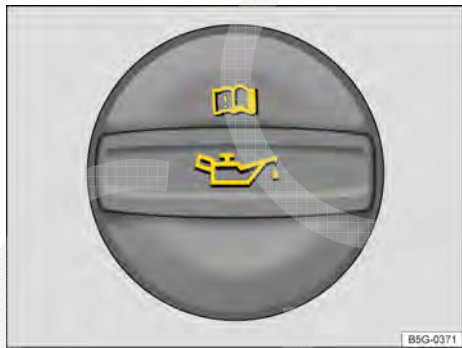

Fig. 299 No compartimento do motor: tampa da abertura de enchimento de óleo do motor.
4. Identificar a abertura de enchimento de óleo do motor e a vareta de medição do óleo. A abertura para enchimento do óleo do motor é identificada pelo símbolo  na tampa → Fig. 299 e no punho de cor contrastante da vareta de medição do óleo. Se não estiver claro onde a tampa e a vareta de medição do óleo se encontram, procurar uma Concessionária Volkswagen ou uma empresa especializada.
9. Remover a tampa da abertura para enchimento de óleo do motor → Fig. 299.